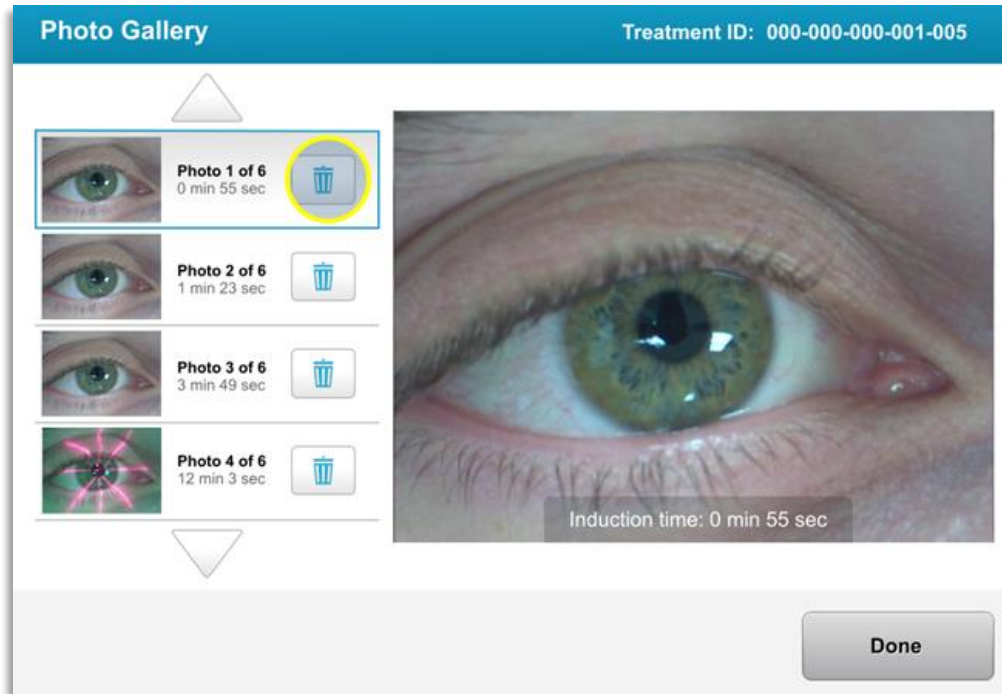

Figura 3-33. Selezione del cestino per l'eliminazione
- Nella galleria fotografica, per eliminare una foto, selezionare l'icona del cestino accanto all'immagine desiderata, come mostrato nella Figura 3-33.